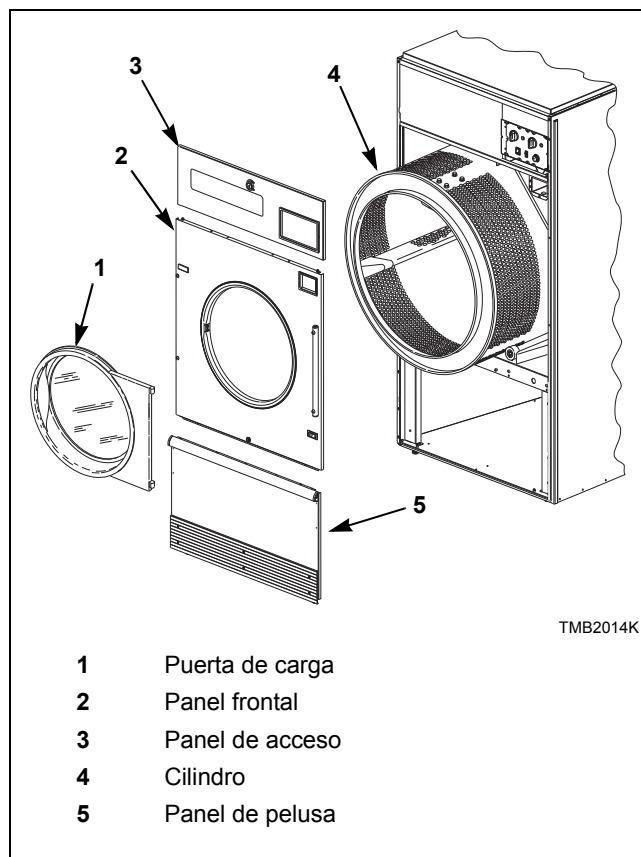

Figura 3
1. Quite la puerta de carga, el panel de acceso, el panel delantero y el panel de pelusa. Consulte la *Figura 3*.
5. Saque el cilindro a través del frente de la secadora. Consulte la *Figura 3*.